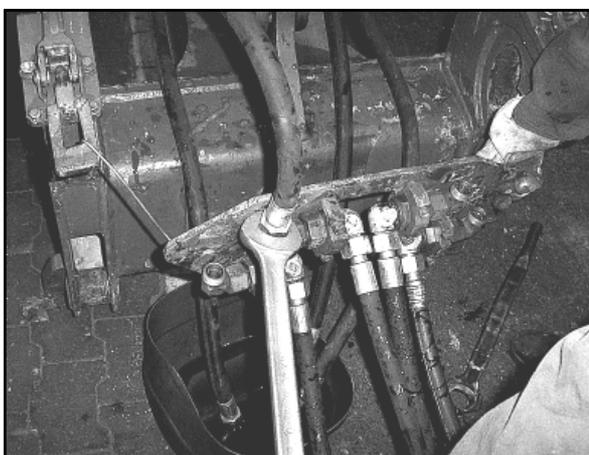

Bild 9
- (8) Hydraulikschlauchleitungen vom Tieflöffel kommend von Schlauchplatte abschrauben (SW 36) und Öl in Auffangbehälter auslaufen lassen (Bild 9).